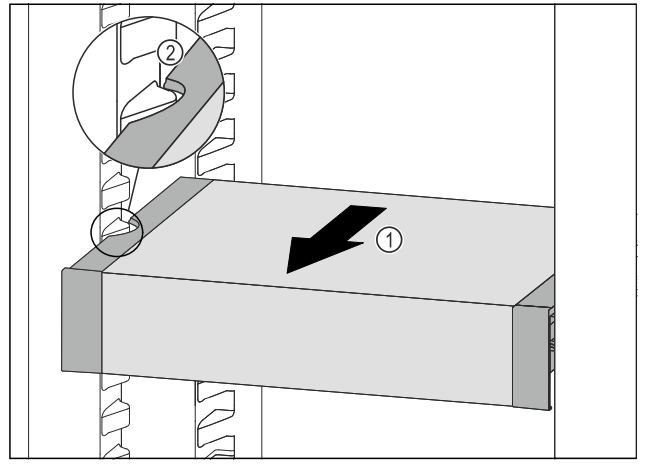

Fig. 56
- ▶ Потягнути VarioSafe вперед Fig. 56 (1), поки бокові заглиблення VarioSafe не опиняться на рівні ребра для резервуара в охолоджувальному відділенні. Fig. 56 (2)